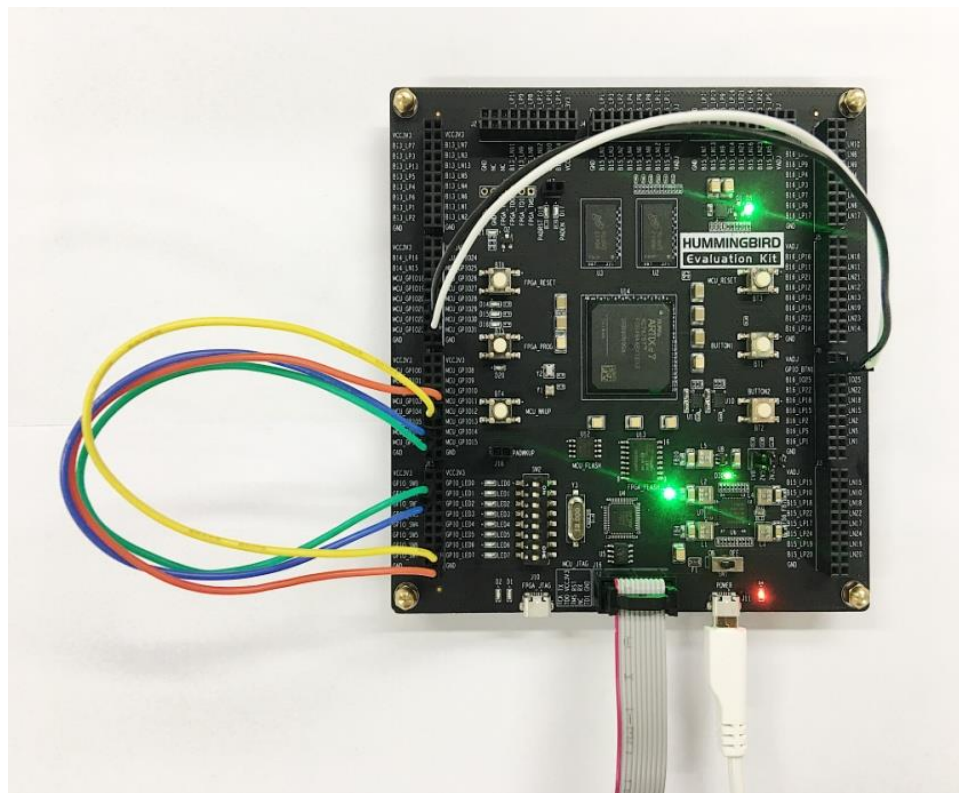

图 2-2 蜂鸟 FPGA 开发板的拨码开关和 LED 灯以及跳线示例
为了便于此开发板作为常规 FPGA 开发板使用，配备分离的用户拨码开关和用户 LED 灯，如图 2-2 蜂鸟 FPGA 开发板的拨码开关和 LED 灯以及跳线示例中所示：
- 用户 8 位拨码开关，可以分别设置为高电平或低电平。(图 2-2 蜂鸟 FPGA 开发板的拨码开关和 LED 灯以及跳线示例中将 SW0 和 SW1，分别连接到 MCU_GPIO6 和 MCU_GPIO7)。
- 用户 8 位 LED，可以直观的显示对应端口的电平状态。(图 2-2 蜂鸟 FPGA 开发板的拨码开关和 LED 灯以及跳线示例中将 MCU_GPIO11 和 MCU_GPIO12,分别连接到 LED6 和 LED7)
- 用户按键 1 和用户按键 2，分别使用杜邦线连接到 MCU_GPIO30 和 MCU_GPIO31 端口。（如图 2-2 蜂鸟 FPGA 开发板的拨码开关和 LED 灯以及跳线示例所示）。
- 注意：此处用户拨码开关和用户 LED 并没有被直连到 FPGA 的管脚上，用户可以自由的进行跳线使其控制开发板上的其它信号。如图 2-2 蜂鸟 FPGA 开发板的拨码开关和 LED 灯以及跳线示例中，用户可以通过杜邦线跳线，将用户拨码开关或用户 LED 与 MCU SoC 的 GPIO 端口连接，相当于通过拨码开关来产生 MCU GPIO 的输入，通过 LED 来反应输出电平状态，从而可以编程构建灵活直观的用户 Demo；用户也可以将用户按键 1 和用户按键 2，使用杜邦线跳线，连接到 MCU_GPIO30 和 31 端口上，用于 demo_eclic 程序的演示。